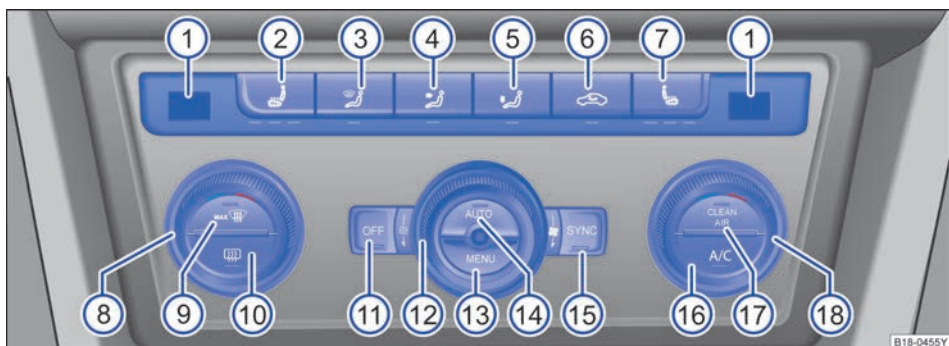

图 80 全自动空调的操作元件
- 转动温度调节开关 ⑧ 或 ⑱ ⇒ 图 80, 即可设定驾驶员侧或前排乘客侧的温度并通过 ① 显示设定的温度。
- 按压按钮 ② 至 ⑦ 之间的某个按钮即可启动相应功能。开启某项功能后按钮内的指示灯随之亮起, 再按一下该按钮, 该功能即被关闭。